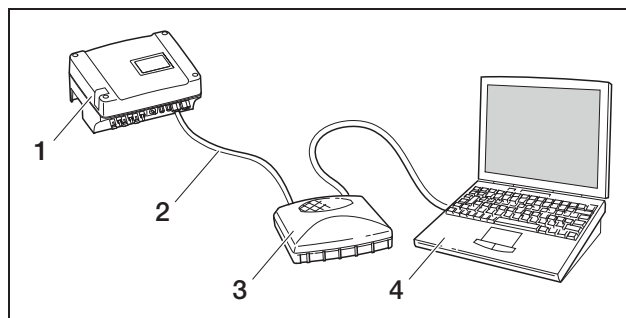

Abbildung 25: Wechselrichter und Computer mit Ethernetkabeln und Switch verbinden
- a) über ein lokales Netzwerk (Switch und Ethernetkabel, siehe Abbildung 25) verbinden oder